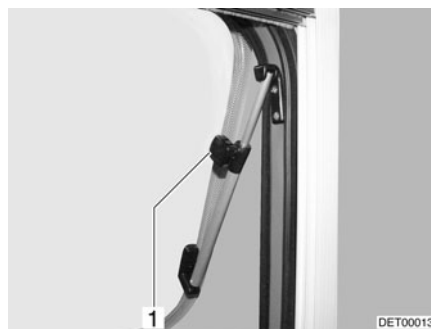

Fig. 51 Fenêtre projetante avec bras pivotants, ouverte
- Ouvrir la fenêtre projetante jusqu'à la position voulue et la bloquer avec la molette (Fig. 51,1).
- Tourner la molette (Fig. 51,1) jusqu'à ce que le dispositif de blocage soit libéré.